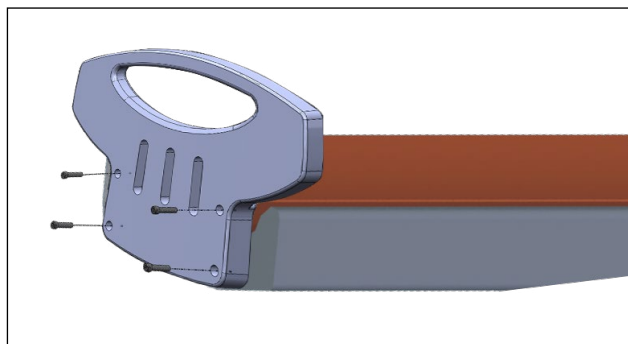

图 18
2. 使用提供的 M6 x 35 mm SHCS 安装脚踏板 (图 18)。